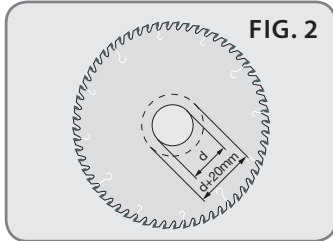

FIG. 2
- L'allargatura massima consentita del foro originale è di 20 mm. Oltre tale misura si compromette la tensionatura della lama e quindi il perfetto funzionamento della stessa (Fig. 2).
- *Maximum re-boring of the blade is 20 mm of the original bore size. Above this value, the blade will loose its original tuning and overall performance will be affected (Fig. 2).*